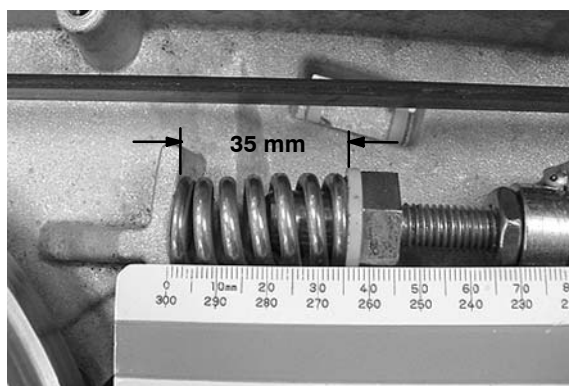

FIG. 72
2. Pour régler correctement la tension de la courroie, tournez le boulon de réglage de tension de la courroie, jusqu'à ce que le ressort de tension soit comprimé jusqu'à une longueur de 35 mm (Figure 72). Après le réglage, resserrez le contre-écrou du boulon de réglage de tension.